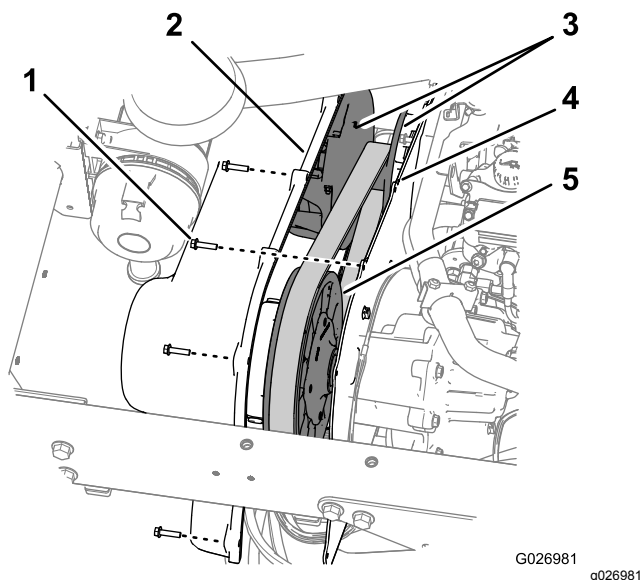

Figura 64
- Rimuovete i 9 bulloni a rondella esagonale ($\frac{1}{4}$ " x 1") che fissano il coperchio della trasmissione alla relativa piastra di montaggio (Figura 64).
- Allineate i fori nel coperchio della trasmissione con i fori nella piastra di montaggio (Figura 64).
- Fissate il coperchio sulla piastra di montaggio (Figura 64) con i 9 bulloni a rondella esagonale